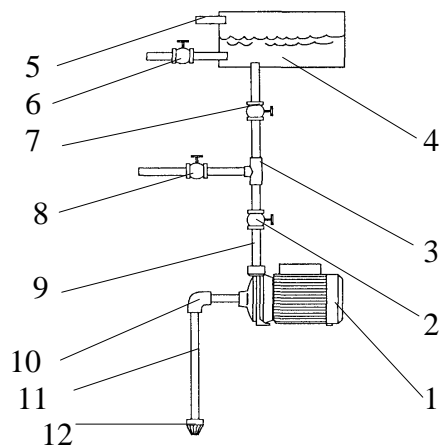

Рис. 4. Примерная схема водоснабжения.
6.1. Рабочее положение электронасоса горизонтальное рис. 4, 5.
6.2. Для повышения удобства пользования электронасосом целесообразно установить систему водоснабжения по рекомендуемой схеме рис.4. При этом необходимо обеспечить свободный приток воздуха к кожуху вентилятора, расстояние до стенки не менее 50 мм.